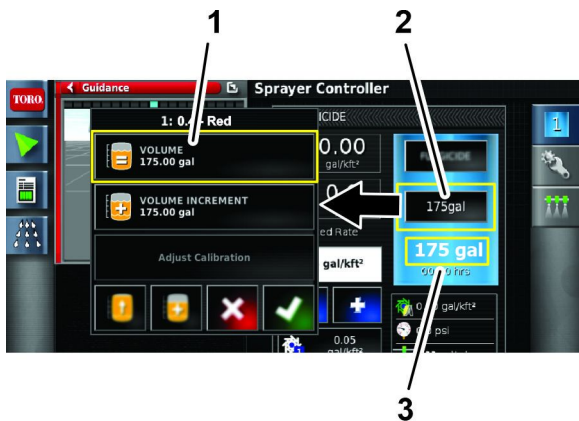

Figure 123
2. Appuyez sur l'icône VOLUME (Figure 123).